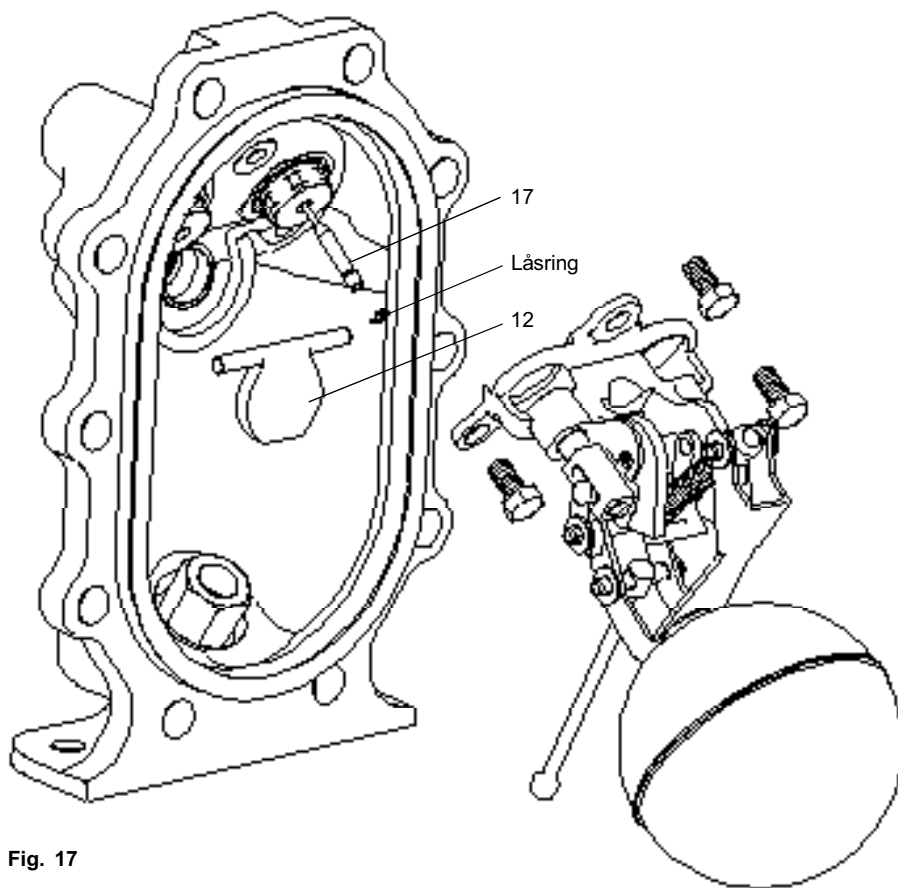

Fig. 17
5. Lyft bort pumpfästessatsen (se Fig. 17). Nu kan man komma åt klaff-backventilen på inloppssidan (del 12).